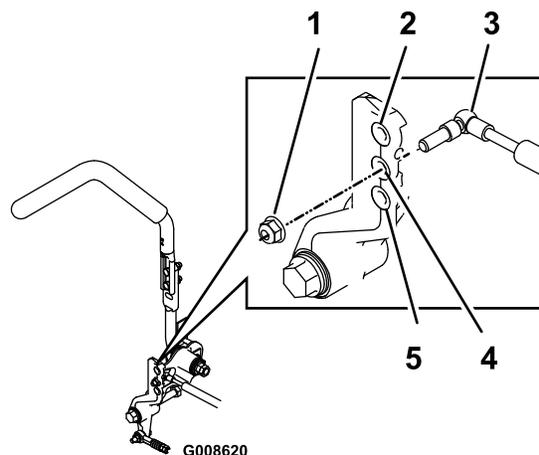

Рисунок 62
3. Выверните контргайку, переместите монтажный болт демпфера в нужное положение и заверните контргайку. Варианты установки см. на **Рисунок 62**.